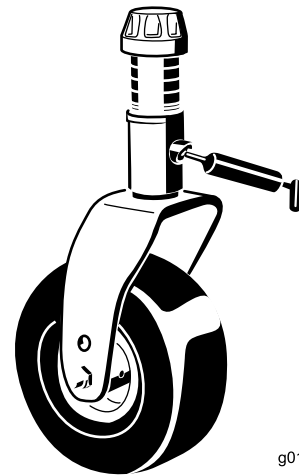

Bild 41
- Eine Laufradgabel-Wellenbüchse (Bild 41)